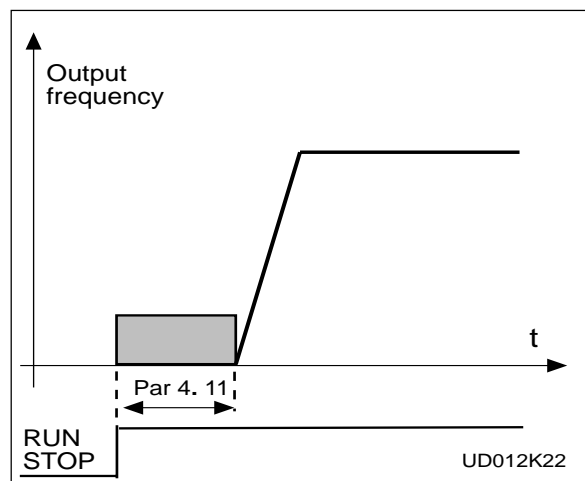

Fig: 2.5-25 DC-rem bij start.
- >0 DC-rem actief als het start commando is gegeven en de parameter geeft de tijd weer voor de opheffing van het DC-remmen. Na het opheffen van DC-remmen neemt de uitgangsfrequentie toe volgens de instelling van de parameter 4. 6 en acceleratie parameters (1.3, 4.1 of 4. 2, 4. 3), zie fig: 2.5-25.